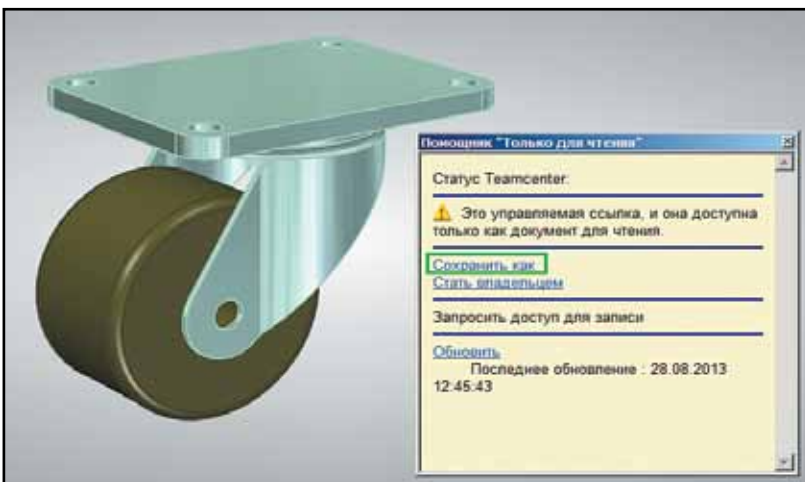

Рис. 13. Окно помощника "Только для чтения"
- создание нового изделия (Item). Для создания нового Item используется команда "Сохранить копию как" из окна "Только для чтения" (рис. 13).